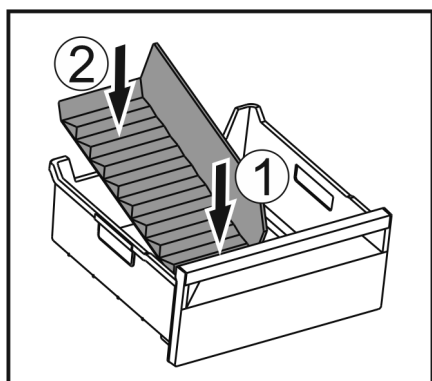

Fig. 232
- Futni brenda pjesën e përparme të ndarësit të sirtarit të akullit. Fig. 232 (1)
- Ulni poshtë pjesën e pasme të ndarësit të sirtarit të akullit deri në bazamentin e sirtarit. Fig. 232 (2)